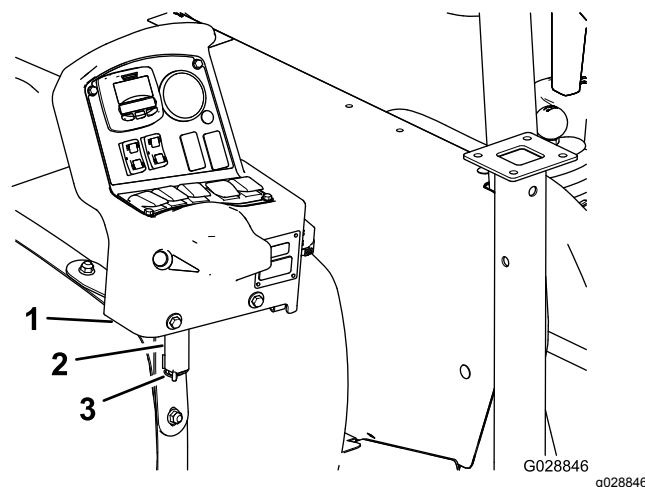

Figura 6
2. Allineate il perno di articolazione sul quadro di comando con la staffa di immagazzinamento nella fascia di fissaggio del serbatoio anteriore (Figura 6).
3. Montate il quadro sulla staffa e fissate il perno di articolazione alla staffa con la coppiglia (Figura 6).